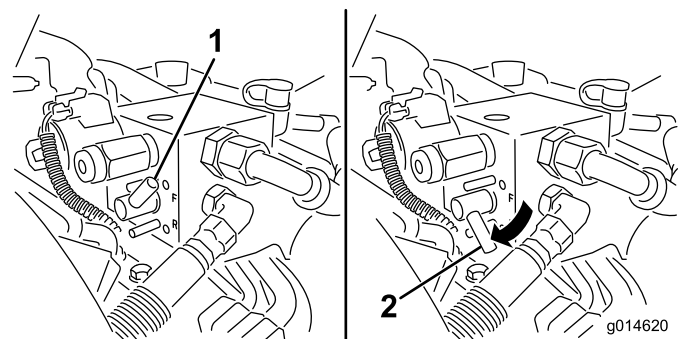

Figura 50
5. Girate la leva di lappatura in posizione di retromarcia REVERSE (R) (Figura 50).